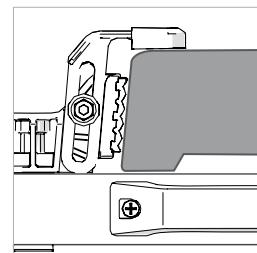

Fig. 19
Qualora NON si riscontri il bordo in sporgenza sotto il morsetto, sarà allora NECESSARIO fissare il morsetto secondario per assicurare la base dal lato superiore. (**Fig. 19**)
- Qualora necessario, regolare i morsetti secondari per migliorare il posizionamento e offrire maggior presa alla superficie superiore della base della troncatrice. (**Fig.19**) Stringerle in posizione utilizzando la chiave esagonale in dotazione.